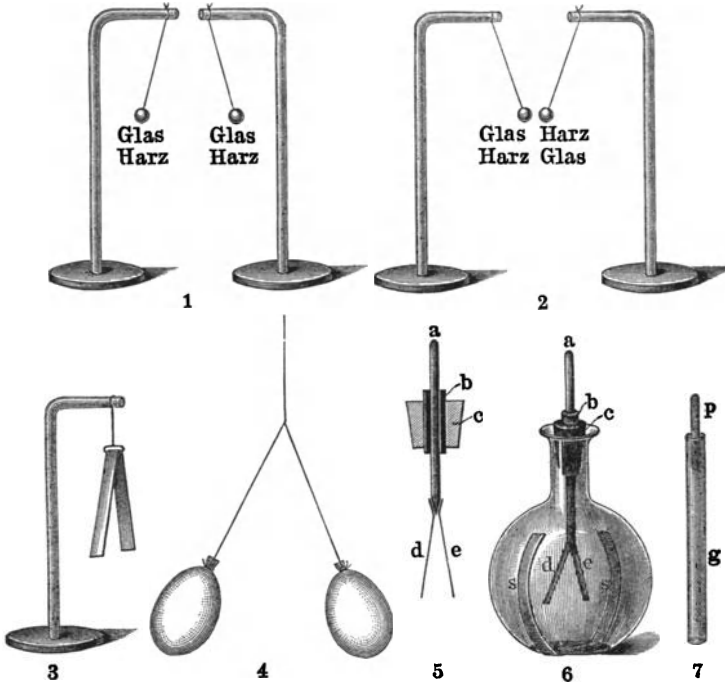

Fig. 121. Elektroskope.
2. Zwei mit Glaselektrizität oder mit Harzelektrizität geladene Kugeln streben auseinander (Fig. 121, 1). Satz: Gleichnamige Elektrizitäten stoßen sich ab.
3. Zwei Kügelchen, das eine mit Glaselektrizität, das andere mit Harzelektrizität geladen, ziehen sich an (Fig. 121, 2). Satz: Ungleichnamige Elektrizitäten ziehen sich an.
Ein etwa 20 cm langes und 1 bis 2 cm breites Streifchen aus leichtestem Seidenpapier wird in der Mitte gefnickt (Fig. 121, 3) und mittels eines kleinen Drahtbügels an dem Glasstativ aufgehängt. Die Blättchen hängen dann schlaff nebeneinander herab. Streicht man jedoch mit einer geriebenen Glas- oder Siegellackstange oben über den Draht, so treten augenblicklich die Blättchen auseinander, da sich ihnen die Elektrizität mitgeteilt hat und sie jedenfalls gleichnamig elektrisch geworden sind, gleichgültig, ob die Elektrizität Glas- oder Harz- Elektrizität war.
Je leichter die Blättchen sind, desto empfindlicher sind sie, um so mehr muß man sie jedoch auch vor Zugluft hüten, am besten durch Einschluß in ein Glas. Es ist unseren Lesern durchaus zu empfehlen, sich ein empfindliches Elektroskop anzufertigen, um so mehr, als die Herstellung eigentlich ohne große Mühe geschehen kann. Die Blättchen *de* (Fig. 121, 5 und 6) bestehen aus unechtem, in den Papierwarenhandlungen käuflichem Blattgold und sind mit Eiweiß an einem dicken Draht *a* befestigt, der unten mit zwei schrägen Flächen zugescharft, oben aber rundgefeilt und mit Schmirgelpapier poliert ist. Die Goldblättchen sollten etwa 4 bis 5 cm lang, aber nicht breiter als 2 bis 3 mm sein. Am besten schneidet man die Goldfolie zusammen mit dem Papier, zwischen dem sie liegt, und nimmt dann erst die Blättchen auseinander. Das Eiweiß wird auf den Drahtstab gestrichen und dieser auf die Blättchen gedrückt, nicht umgekehrt. Um eine durchaus gute Isolation gegen die Erde zu erzielen, kittet man den Draht mit Siegellack zunächst in das Glasröhrchen *b* und steckt erst dieses durch den Kork *c*. Zum Schutz eignet sich ein dünnwandiges Gefäß am besten, vorzüglich die Kochfläschchen der Chemiker, die in allen Größen zu haben sind. Bevor man die Vorrichtung einsetzt, ist es durchaus nötig, die Flasche durch starkes Erhitzen sorgfältig auszutrocknen. Zum Schluß überzieht man Glasröhrchen, Kork und den Rand des Flaschenhalses noch mit Siegellack und kann so sicher sein, alles für die Isolation getan zu haben. Die Wirkung des Elektroskops wird noch erhöht, wenn man von außen, und zwar in der Ebene, in der die Blättchen sich bewegen, einen Stanniolstreifen *SS*, der um den Boden der Flasche herumgeht, befestigt.
untersuchen zu können, bedient man sich des sogenannten Probestäbchens (Fig. 121, 7). Seine Anfertigung macht kaum eine nennenswerte Mühe, denn es besteht nur aus einem Glasröhrchen *g* als Handhabe, in das ein beiderseits rundgefeiltes, starkes Stückchen Draht mit Siegellack eingekittet ist. Mit diesem Stäbchen berührt man den auf seine elektrische Beschaffenheit zu untersuchenden elektrischen Körper, erhält durch Mitteilung etwas von der Elektrizität und bringt sie so auf das Elektroskop hinüber, das bei *a* berührt wird. Die Blättchen streben dann mehr oder weniger auseinander.
Kollodiumballone als Elektroskop. Sehr hübsch und vielen Zuschauern sichtbar, kann die Abstoßung an zwei großen, mit Luft gefüllten Kollodiumballonen gezeigt werden, die an einem seidenen Doppelfaden, der jedoch mindestens zwei Meter lang sein muß — in der Abbildung (Fig. 121, 4) ist er der Raumerparnis wegen zu kurz gezeichnet —, zunächst einträchtig nebeneinander hängen. Streicht man sie jedoch mit den Händen oder berührt man sie gar beide mehrere Male mit dem geriebenen Glasstabe, so sind sie elektrisch geworden und streben weit auseinander, was einen sehr sonderbaren Anblick gewährt, da sie so scheinbar allen Gesetzen der Schwere Hohn sprechen. Bei trockener Luft hat man seine liebe Not, die Ballone zu entladen und wieder aneinander zu bringen. Denn, wenn man auch die Hände ruhig an den Ballon legt, so ist doch eine Reibung dabei nie ganz zu vermeiden, die stets von neuem wieder Elektrizität erzeugt. — Wie man Kollodiumballone anfertigt, wissen wir bereits (S. 55).